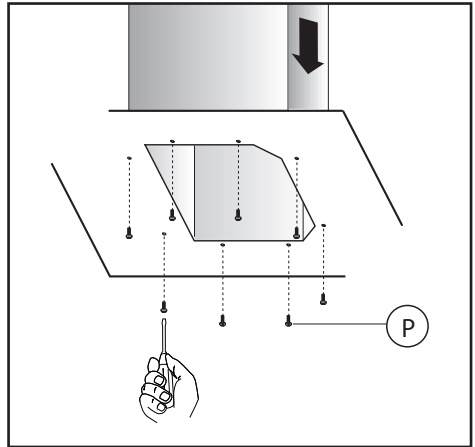

Fig.13
- Wenn notwendig, die untere Teleskopverschalung von innen an der Dunstabzugshaube mit den Schrauben **P** befestigen (**Abb.13**).